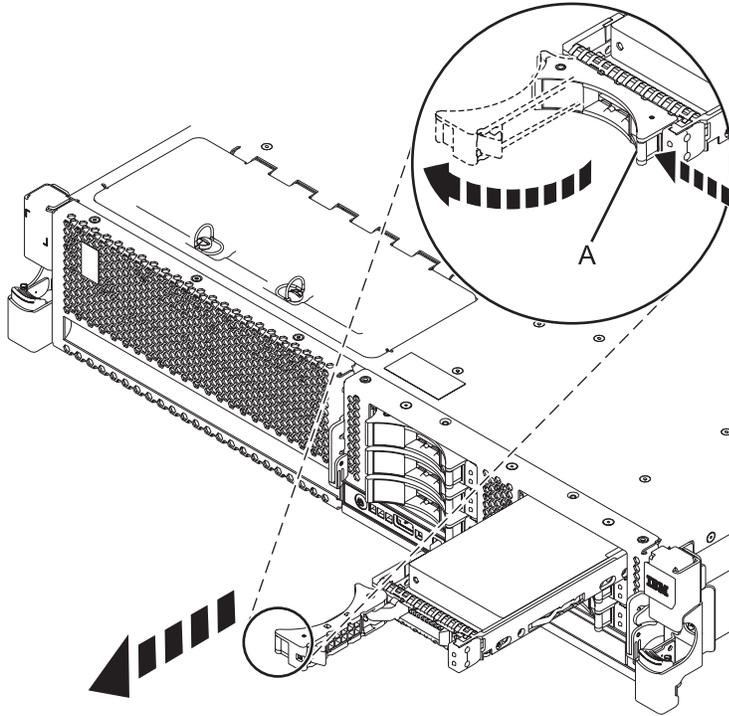

Figure 21. Retrait d'une unité de disque du système
- a. Lorsque le voyant d'identification clignote, déverrouillez la poignée de l'unité en appuyant dessus et en la tirant vers vous, comme illustré à la figure 21, à la page 37.